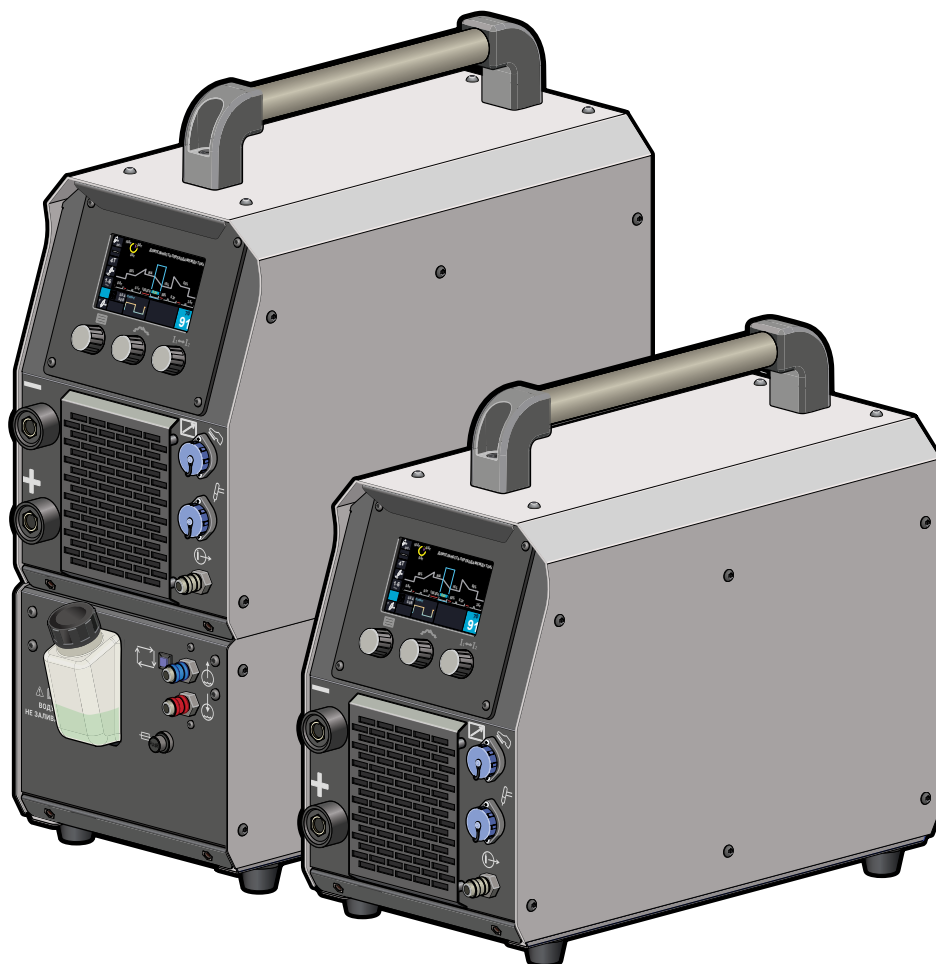
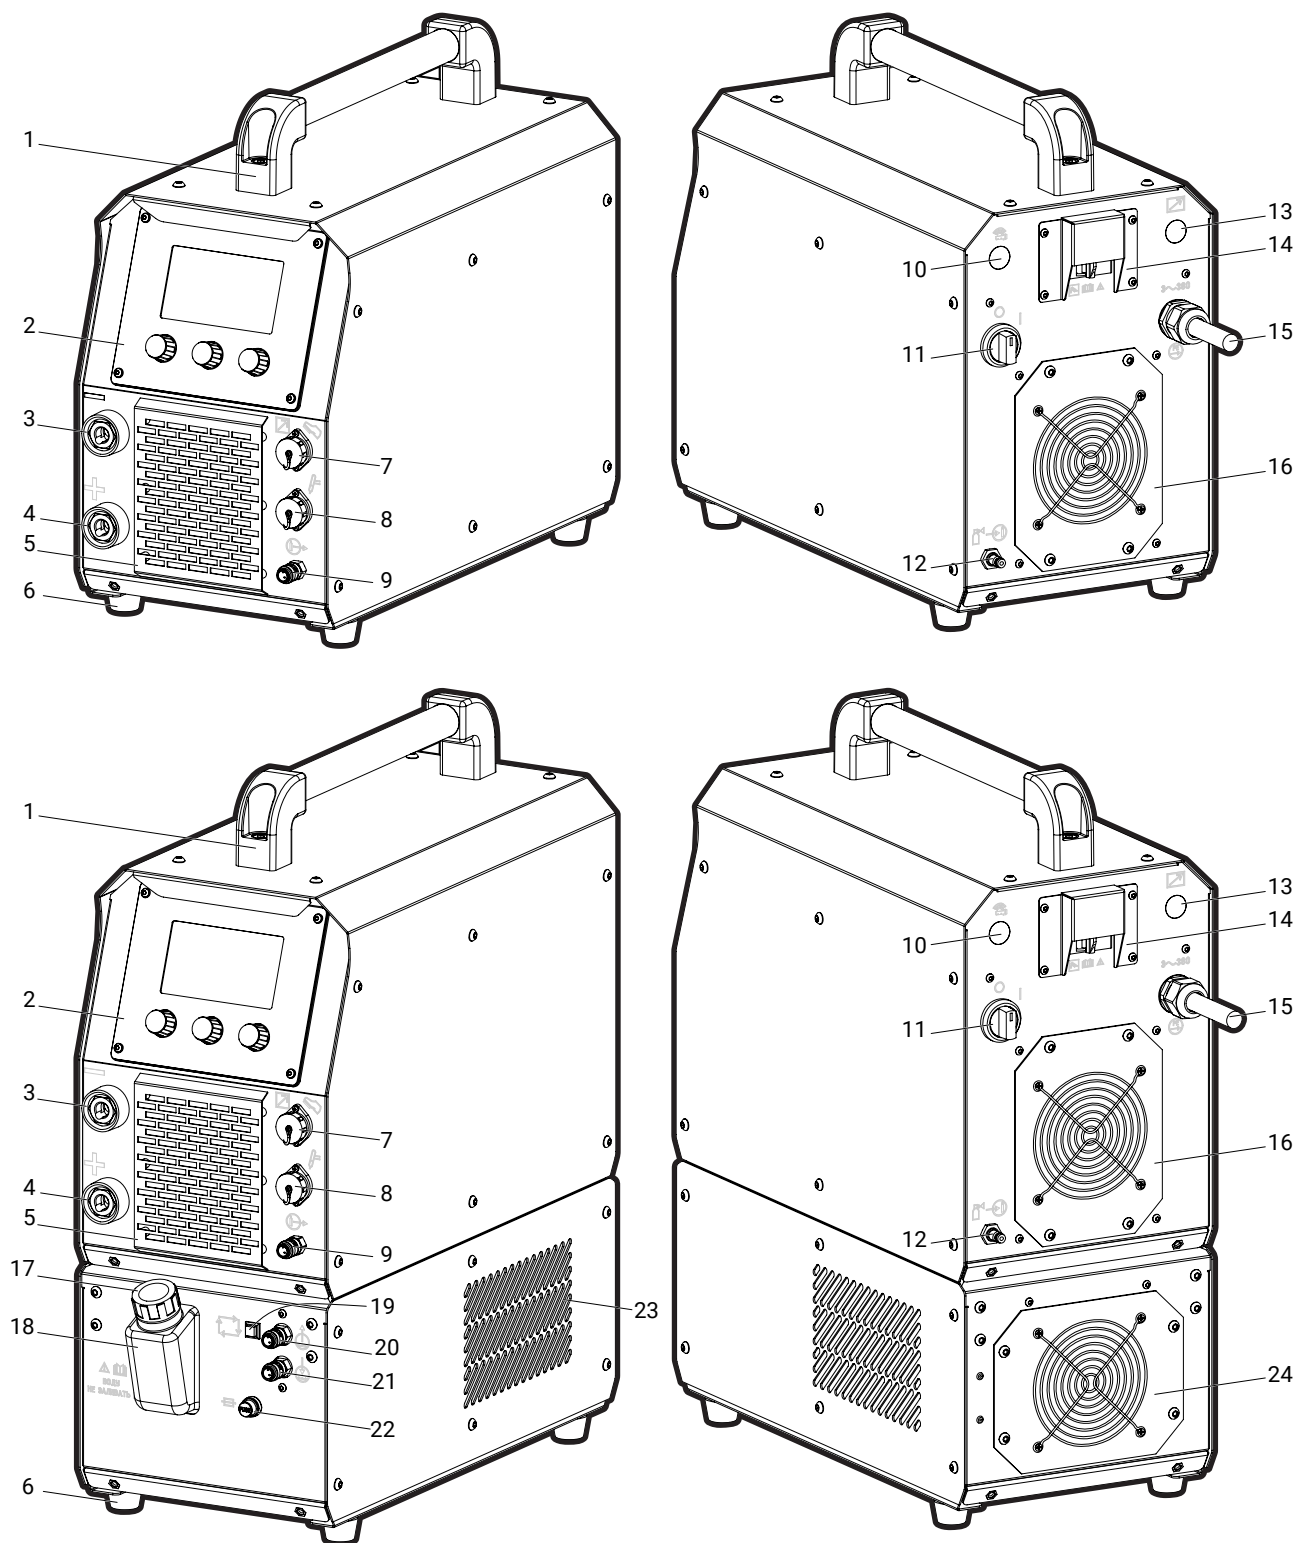

Рис. 1 — Общий вид аппарата TIG DC,
Рис. 2 – Расположение разъёмов и органов управления, где: 1 – ручка для транспортировки, 2 – пульт управления, 3 – быстросъёмное
БЖО — устройство с адаптивным режимом работы, которое оптимизирует свою производительность в зависимости от температуры охлаждающей жидкости, её уровня и длины рукава сварочной горелки. Общий вид сварочного аппарата со встроенным БЖО приведен на Рис. 1 (слева). Органы управления БЖО обозначены на Рис. 2 (пункты 17–24).
БЖО оборудован кнопкой принудительной прокачки (см. п. 19 на Рис. 2). При нажатии насос работает безостановочно, независимо от наличия в баке охлаждающей жидкости и сигнала потока в системе.
4 Один конец газового рукава подключить к устройству входа защитного газа на задней панели сварочного аппарата (12 на Рис. 2), а второй — к газовому редуктору. Открыть вентиль на баллоне. В случае централизованной подачи защитного газа необходимо подключить газовый рукав к газораздаточному посту.
6 Подключить обратный кабель (кабель массы) к силовому разъёму «+» аппарата (4 на Рис. 2) и закрепить зажим кабеля на свариваемой детали.
8 Подключить кабель управления горелки к 7-контактному разъёму (8 на Рис. 2), соблюдая схему подключения (Рис. 33).
9 Подключить силовой разъём горелки к силовому разъёму «-» аппарата (3 на Рис. 2).
- 10 Подключить газовый рукав горелки к разъёму подачи защитного газа (9 на Рис. 2).
- 12 Если используется педаль либо один из пультов дистанционного управления (ПДУ-Д, ПДУ-Р), то присоединить кабель управления к 12-контактному разъёму (7 на Рис. 2), соблюдая схему подключения (Рис. 33).